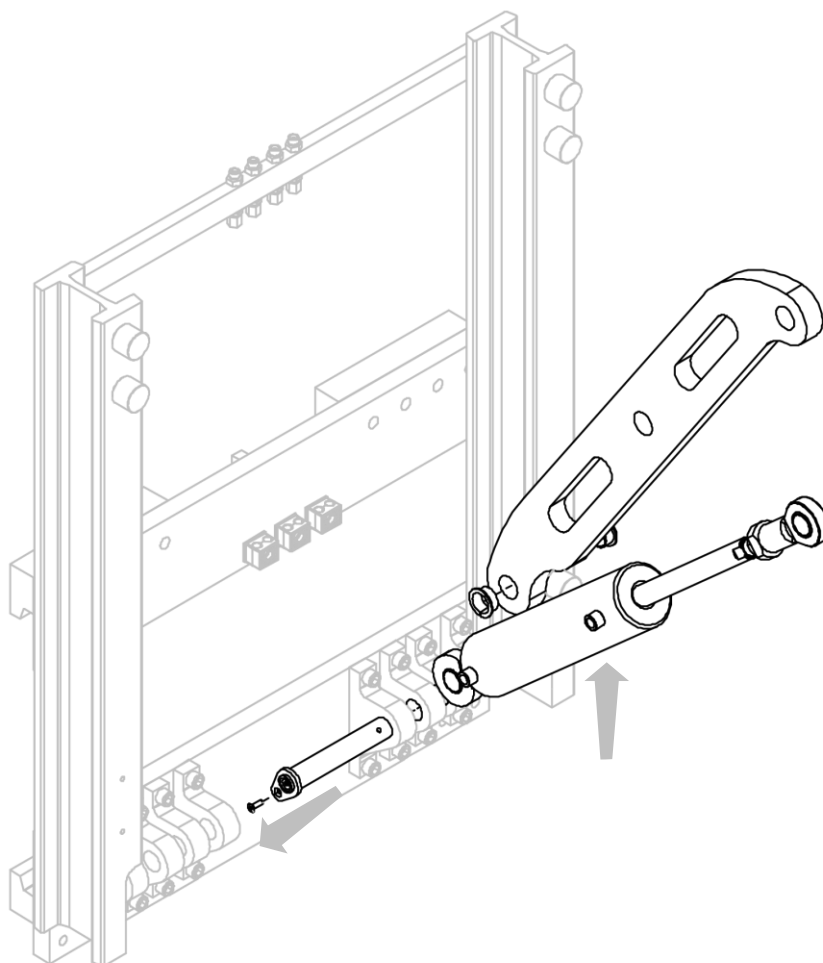

Figura 15
3. Rimuovere i cilindri e i bracci rimanenti dopo aver rimosso i perni che li vincolano ai supporti bullonati (vedi *Figura 15*).